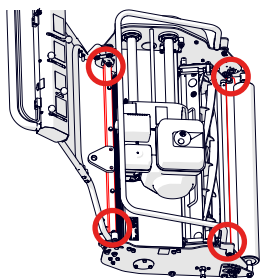

Fig. 24 – Punti di ancoraggio per il trasporto.
- Ancorare la macchina al pavimento/pallett utilizzando cinghie di fissaggio idonee. Procedere all'ancoraggio attorno alle barre di accoppiamento posteriori (evidenziate in rosso nella Fig. 24).